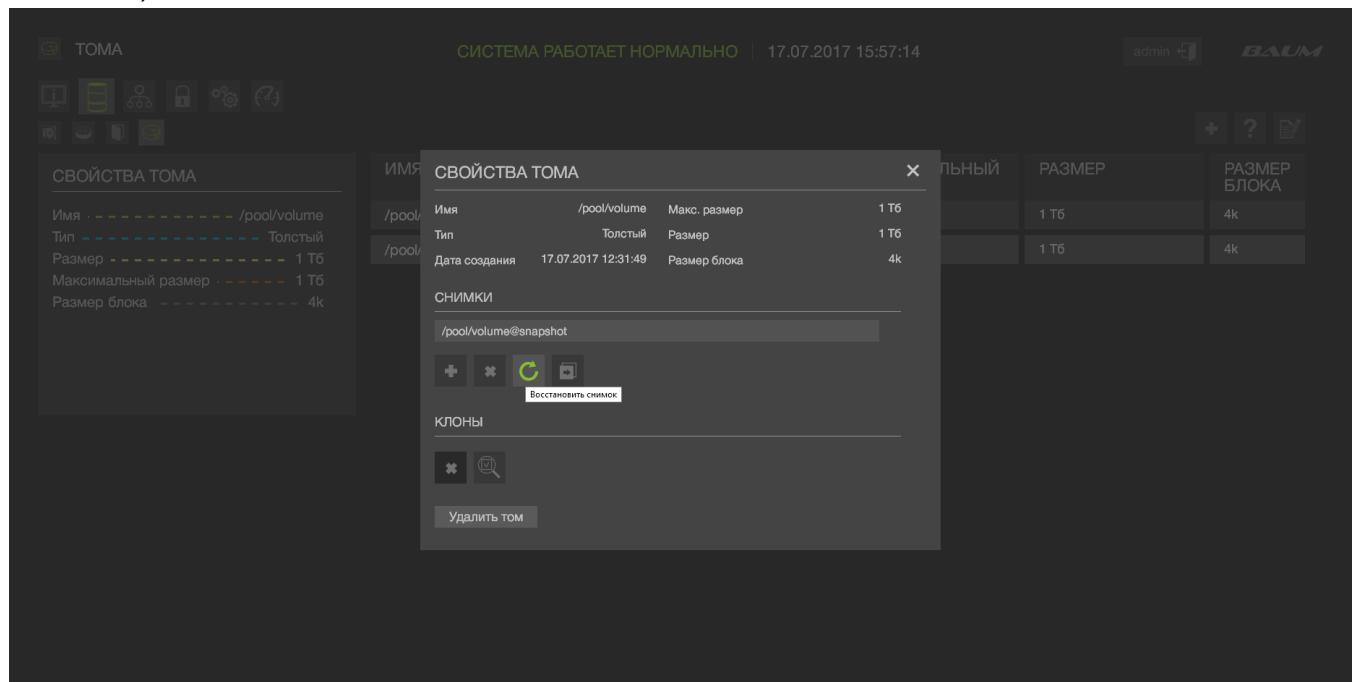

Рисунок 85 - Свойства Тома со снимком
3) В области «Снимки» выбрать нужный снимок и нажать на кнопку «Восстановить» (см. Рисунок 85).